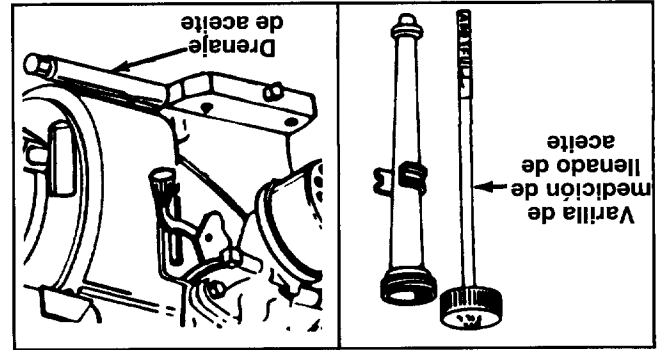

FIGURA 12.
- Retire la tapa de drenaje de aceite. Refiérase a la figura 12. Vierta el aceite en un recipiente apropiado.
Su motor de cuatro ciclos consumirá normalmente algo de aceite, cada cinco horas de operación aproximadamente y antes de cada uso. Apague el motor y espere varios minutos antes de inspeccionar el nivel de aceite. Con el motor nivelado el aceite debe estar en la marca FULL de la varilla de medición (refiérase a la figura 12). Cambie el aceite del motor después de las primeras cinco horas de operación, y cada veinticuatro horas después.
- Use el aceite para motor provisto. Retire la varilla de medición de llenado de aceite. Vea la figura 12. Con la astilladora-aspiradora nivelada, use un embudo para llenar el motor con aceite a la marca FULL (LLENO) de la varilla de medición. La capacidad es de 20 onzas aproximadamente. Tenga cuidado de no llenar en exceso. La botella de aceite provista contiene 20 onzas de aceite. Inclíne la astilladora-aspiradora hacia la izquierda (desde atrás de la tolva), y a continuación nivele. Revise el nivel de aceite. Llene a la marca FULL de la varilla de medición si fuera necesario. Vuelva a colocar la varilla de medición y ajuste.